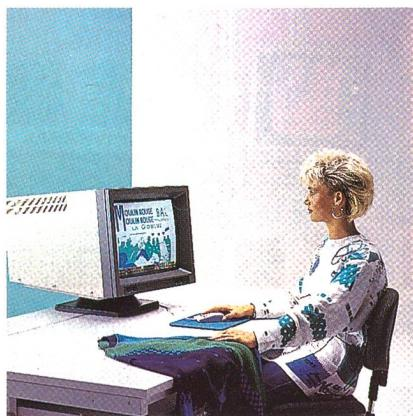

Abb. 12: Die Musterungsanlage MA-7000 mit der Maus als Bedienelement
2. Mit Hilfe der grossen Programmierstation. Die Mustergungsanlage MA-7000 (Abb. 12) ist das moderne CAD/CAM-System zur elektronischen Muster- und Programmherstellung und ergänzt den Universal-Flachstrickmaschinenpark in idealer Weise. Sie dient zur perfekten Umsetzung guter Ideen in erfolgreiche Kollektionen. Die Mustergungsanlage MA-7000 arbeitet mit komfortabler Klartext-Direktprogrammierung und einer sehr praktischen Men-Technik. Die Anlage verfügt über ein hervorragendes Graphik-Programm zum Zeichnen der Musterideen.